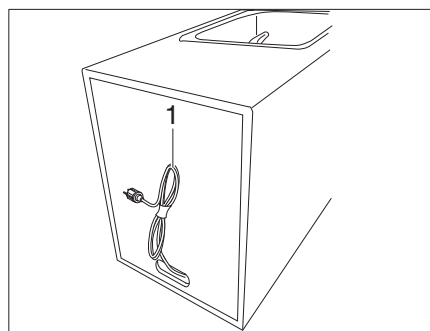

Figure 20 Câble d'alimentation pour batterie au lithium
- Si nécessaire, débrancher le câble d'alimentation (Figure 20, 1) sur la face arrière du module Lavage.